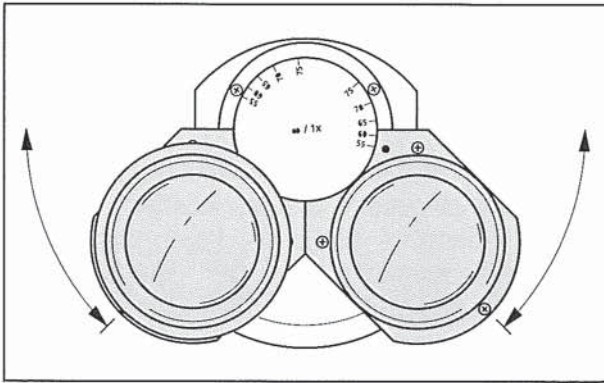

Bild 3-34 Okularabstand am binokularen Tubus einstellen
- Okularabstand (Pupillendistanz) durch symmetrisches Schwenken der beiden Okularstützen gegeneinander an den individuellen Augenabstand des Beobachters anpassen (Bild 3-34).